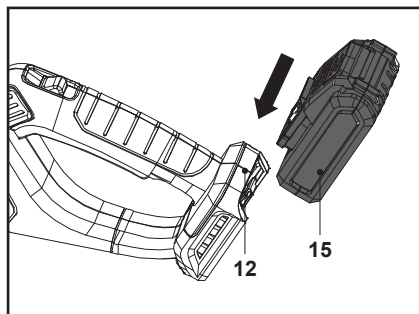

Fig. 3
1. Aligner la batterie (15) sur les glissières du port de connexion de la batterie (12) et faire glisser la batterie pour la fixer. S'assurer qu'elle s'enclenche (Fig. 3).